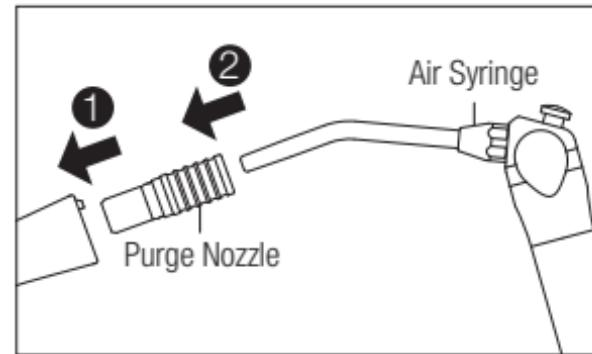

Abb. 8
- 3) Führen Sie nun die Ausblasdüse in die Rückseite des Instruments, bis es mit einem Klicken einrastet (Abb. 8 ①).
- 4) Führen Sie eine Luftspritze/Druckluftpistole in die Ausblasdüse. Blasen Sie dann für 30 Sekunden oder länger überschüssiges Öl aus dem Instrument aus (Abb. 8 ②).